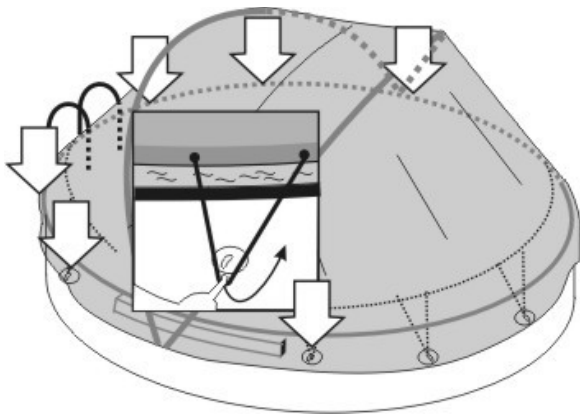

Abb. 10.1
## Zusammenklappen (Abb. 10.1 bis 10.3)
Die Gummiseile (11) auf der ganzen Hälfte der Einstiegsseite und noch im Bereich des „C“ Profil (1) lösen. (Abb. 10.1)